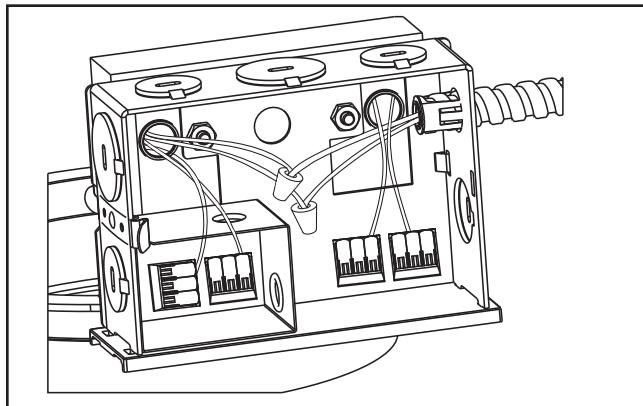

Figura 27.
1. Brinde el servicio eléctrico a la caja de derivación (ubicada en el marco de yeso) de acuerdo al "Código Eléctrico Nacional" o a su código eléctrico local. El aislamiento del cable de suministro debe estar calificado para una temperatura de al menos 90 °C. La caja de conexiones está certificada para cuatro (4) conductores #12 AWG (dos de entrada, dos de salida) de 90 °C y para alimentación a través de cableado derivado para los conductores tipo IC y Plug in para 120/277 V únicamente. Para todos los demás casos, ocho (8) conductores #12 AWG (cuatro de entrada, cuatro de salida) de 90 °C y alimentación a través de cableado derivado para 120/277 V únicamente.
2. Retire la cubierta de la caja de empalmes (Figura 27).
4. Conecte los cables conductores de suministro a los cables conductores de la caja de empalmes (línea, neutro y tierra) en el accesorio con los conectores de palanca. (Figura 27). Cerciórese de no dejar conductores desnudos por fuera de los conectores de palanca.